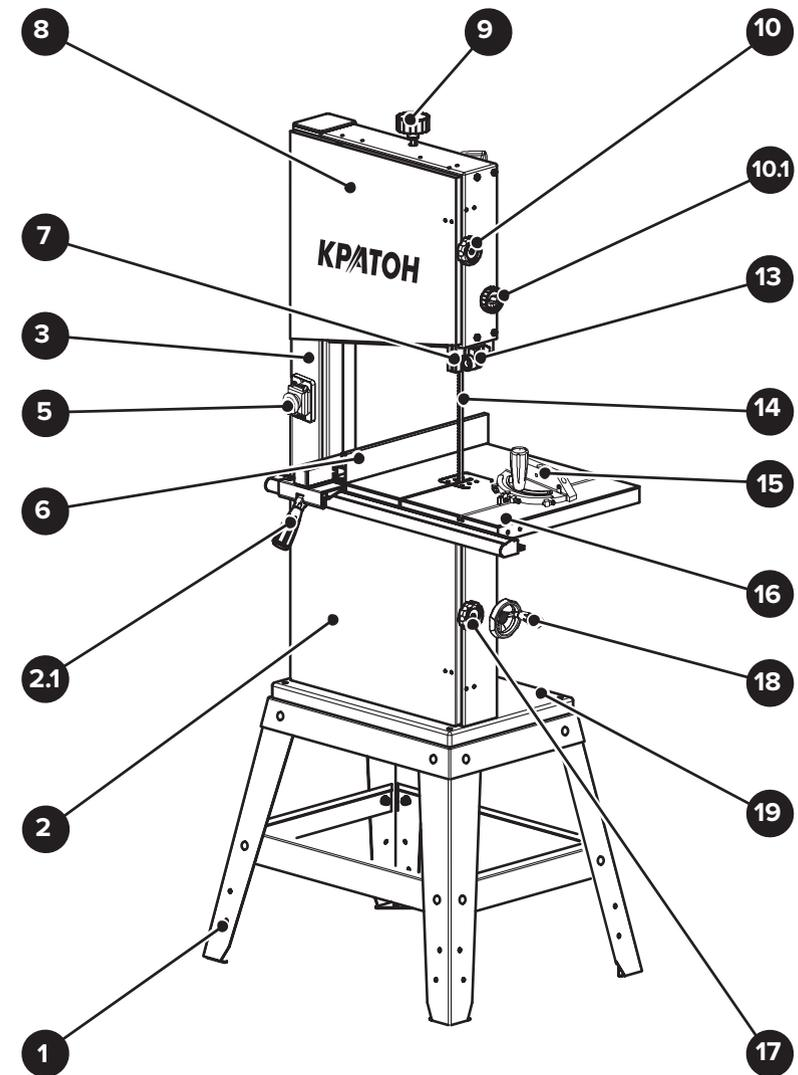
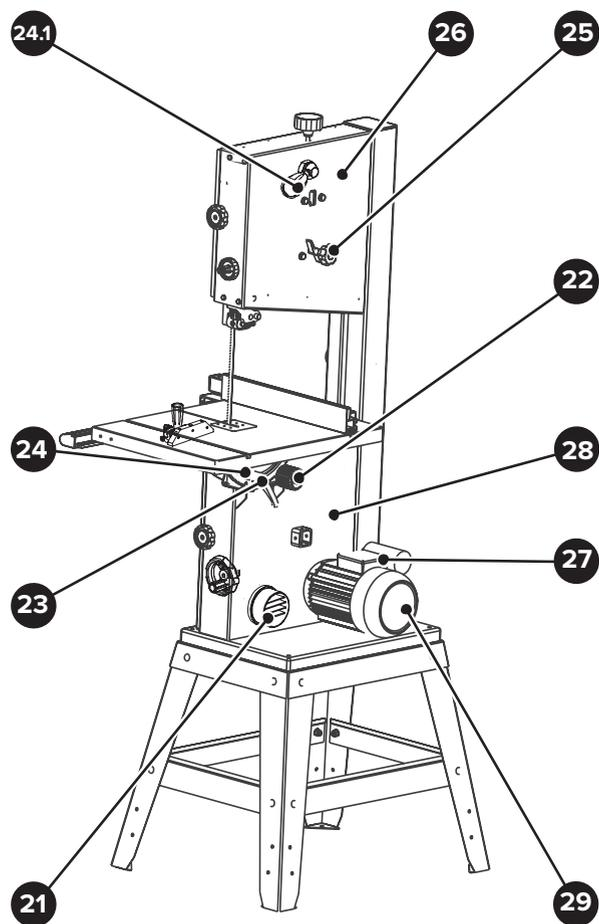

Рисунок 1 — Общий вид станка
Рисунок 2 — Общий вид станка
- **ВНИМАНИЕ!** В целях Вашей личной безопасности и предупреждения травмирования рук движущейся пильной лентой 14 всегда устанавливайте верхний регулирующий узел 13, так чтобы расстояние от поверхности рабочего стола 16 (см. рис. 1) до нижней поверхности каретки было равно высоте распиливаемой заготовки.
- Отверните ручки 10 и 17 и откройте крышки 2 и 8 натяжного и приводного узлов 26 и 28 (см. рис. 1).
- Если необходимо стационарно закрепить станок на устанавливаемой поверхности, то используйте для этого стандартные крепежные изделия и отверстия в ножках его основания 1 (см. рис. 1), предварительно сняв виброгасящие опоры 20. Проверьте по уровню положение рабочего стола в горизонтальной плоскости и при необходимости выполните регулировку положения станка.
- **ВНИМАНИЕ!** Выключите станок кнопкой остановки 5 (см. рис. 1) и отсоедините вилку кабеля электропитания 27 от розетки электросети.
- Снимите с рабочего стола 16 поперечный упор 15. Ослабьте зажим механизма наклона рабочего стола 22 (см. рис. 1 и 2), приведите рабочий стол 16 в строго горизонтальное положение.
- Отверните рукоятки 10 и 17 (см. рис. 1) и откройте крышки 2 и 8, тем самым откроется доступ к натяжному узлу 26 и приводному узлу 28 (см. рис. 2).
- Конструкцией станка предусмотрена возможность наклона рабочего стола 16 на угол от 0° до 45° (см. рис. 2). С помощью рукоятки 22 осуществляют управление механизмом регулировки наклона рабочего стола 16. Угол наклона рабочего стола 16 контролируют по угломерному сектору 23 и указателю 24.